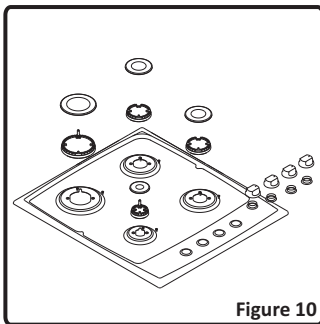

Figure 10
- Retirez le couvercle du brûleur et l'adaptateur (Figure 10).
La longueur de la flamme à la position minimale peut s'ajuster à l'aide d'une vis plate située sur le robinet. Pour les robinets équipés d'un dispositif d'échec de flammes, la vis se trouve sur le côté de la tige du robinet (Figure 8-9). Pour les robinets sans dispositif d'échec de flammes, la vis se trouve à l'intérieur de la tige du robinet (Figure 10). Pour un réglage plus facile de réduction de la flamme, il est conseillé de retirer le panneau de commande (ainsi que le micro interrupteur, si disponible) pendant le réglage.